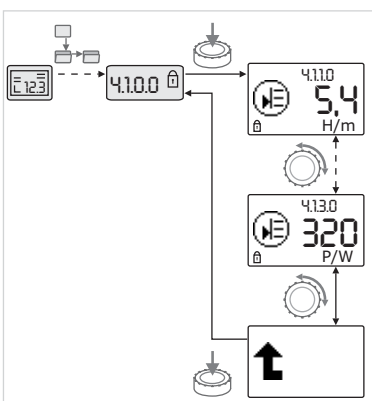

Fig.41: Accesarea informatiilor
- **Prin rotirea butonului roșu comandați elementele de meniu de tipul „Informații” ale submeniului actual** (vezi Fig. 41). Pentru legenda setărilor reprezentate cu simboluri vezi tabelul din capitolul 8.7 „Referință elemente de meniu” la pagina 34.